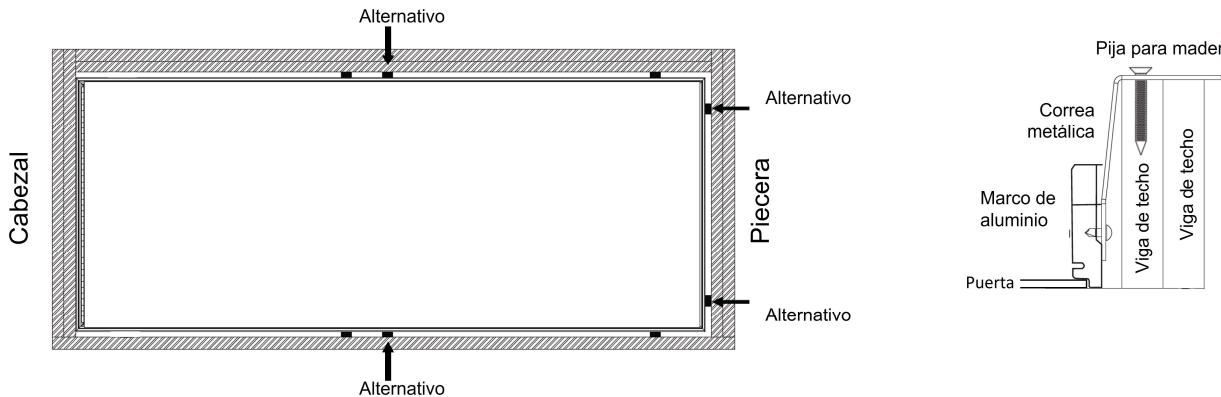

FIGURA 21 : ESCUADRE DE LA ESCALERA DE ÁTICO
R. Instalador #1: Abra y cierre la puerta de la escalera de ático varias veces para asegurarse que la puerta este centrada en el marco de aluminio y que la unidad está encuadrada (Ver **Figura 21**). Si la puerta de la escalera de Ático NO esta escuadrada, se deberá ajustar.